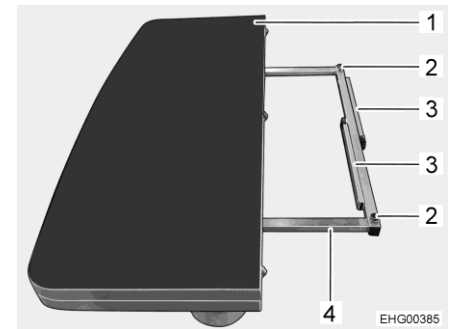

Bild 95 Tischplatte, zusammengeklappt
- Tischplattenrahmen (Bild 95,4) herausziehen.
- Tischplattenhälfte (Bild 95,1) umklappen und auf dem Tischplattenrahmen ablegen.
- Bei Bedarf mit Hilfe der beiden Drehknöpfe (Bild 95,2) Höhe der Tischplatte ausrichten.
- Beide Stützfüße (Bild 95,3) ausklappen.